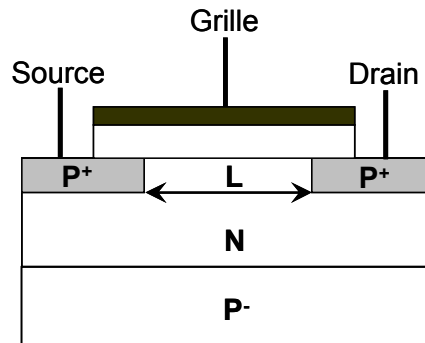

Figure 3
On considère un **transistor PMOS** de dimension submicronique (inférieure au micron) inclus dans un circuit CMOS dont la structure simplifiée est représentée en coupe sur la figure 3.
- 4) Reproduire sur votre copie le schéma de la figure 3. Dessiner en pointillé les zones de charges d'espace à l'équilibre thermodynamique (et sans polarisation de grille par rapport au substrat) des jonctions source-canal et drain-canal. On ne représentera que leurs extensions dans le caisson. Représenter par une flèche la longueur électrique L_{elec} du futur canal PMOS.